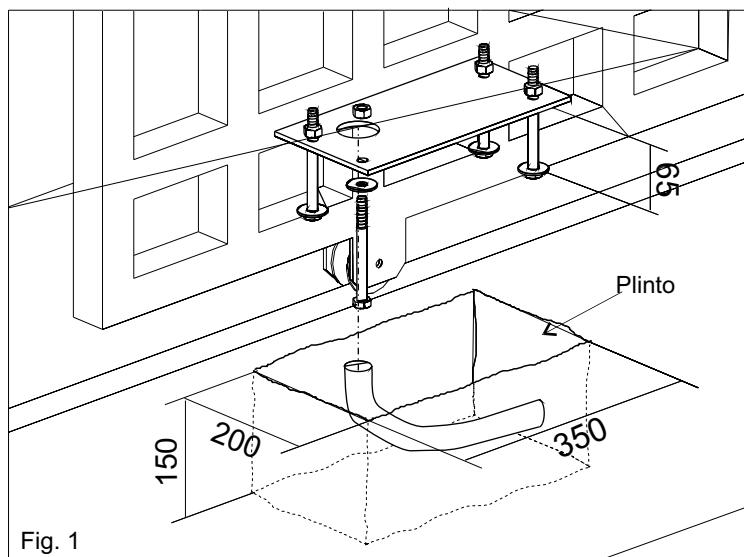

Fig. 1
- Predisponer según la medida indicada en la Fig. 1 una plazoleta de cemento dentro de la cual vendrá murada una placa de fundación y los pernos de anclaje